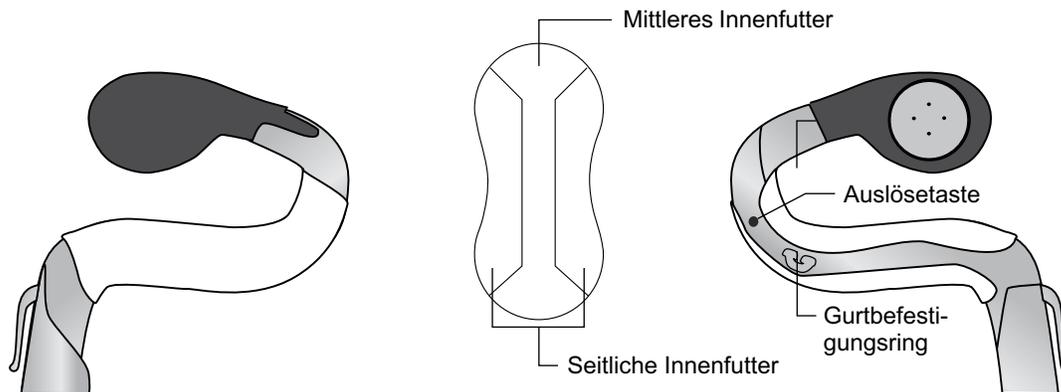

Abbildung 6-5: Handgelenkspolster mit Handgelenkspolsterbezug
5. Der Bezug muss das gesamte Handgelenkspolster abdecken. Siehe Abbildung 6-5.